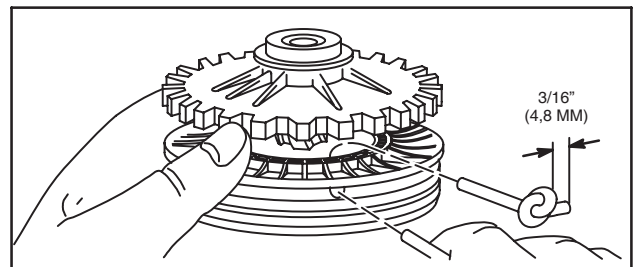
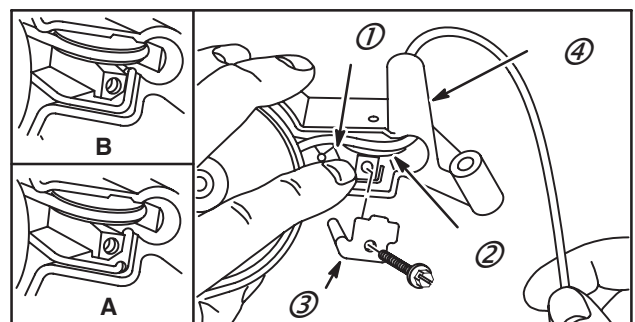

Fig. 59
Fig. 60
2. Faire un petit nœud, chauffer l'extrémité et tirer fermement le nœud dans l'encoche dans la poulie. Taille maximum illustrée. La corde ne doit pas gêner le déplacement du pignon, Fig. 59.
3. Poser la poulie et le pignon dans le boîtier, l'épingle (1) dans son logement ou le trou dans le moulage. La vue détaillée "A" illustre l'épingle actuelle, la "B" illustre le Modèle au type optionnel.
4. Poser la poulie (3), la goupille de la petite poulie et les guide-cordes (2, 4), Fig. 60.